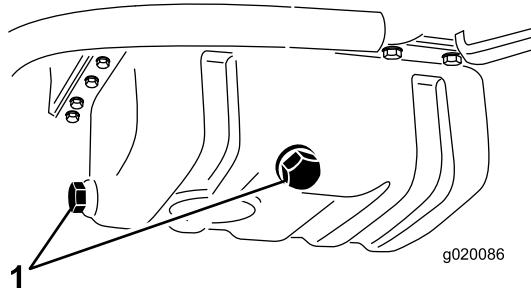

Figure 56
- Enlevez un des bouchons de vidange (Figure 56) et faites couler l'huile dans un bac de vidange. Remettez le bouchon quand la vidange est terminée.